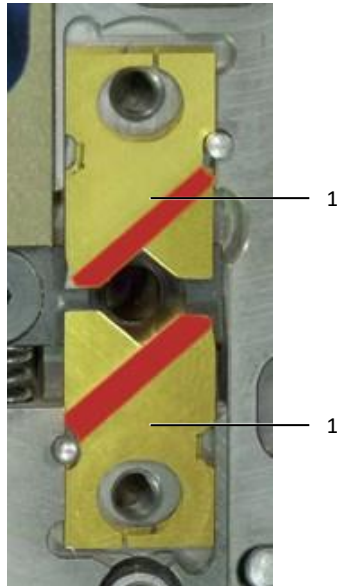

Fig. 18 : installer les couteaux
- Assembler chaque paire de couteaux de telle manière que les arêtes biseautées (marquées en rouge dans fig. 18) soient orientées vers l'extérieur.